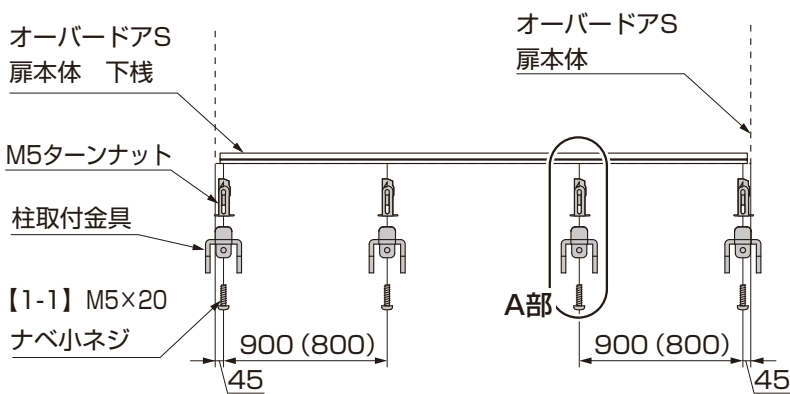
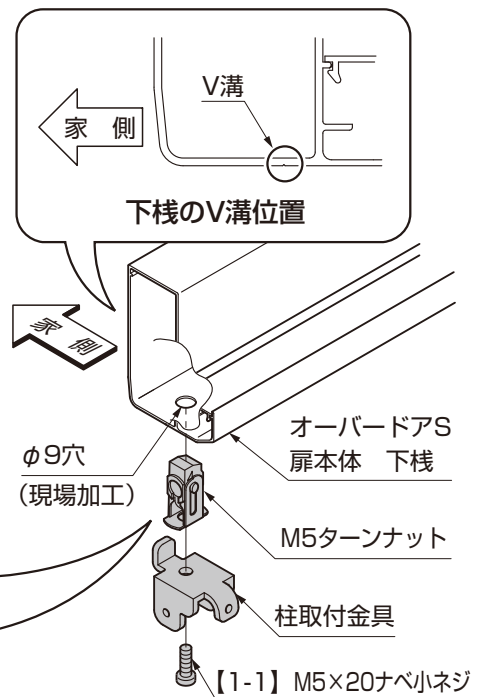

図2-1
図2-2 A部詳細図
- ①φ9の穴を扉本体の下棧のV溝部分に4箇所あけてください。(図2-1、図2-2参照)
- ②柱取付金具を下棧にM5ターンナットと【1-1】で取付けてください。